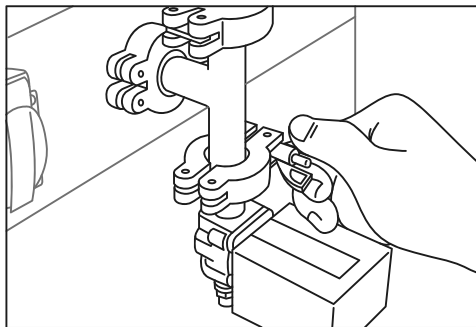

Figura 17.
5. Evite la obstrucción entre las abrazaderas (Figura 17).